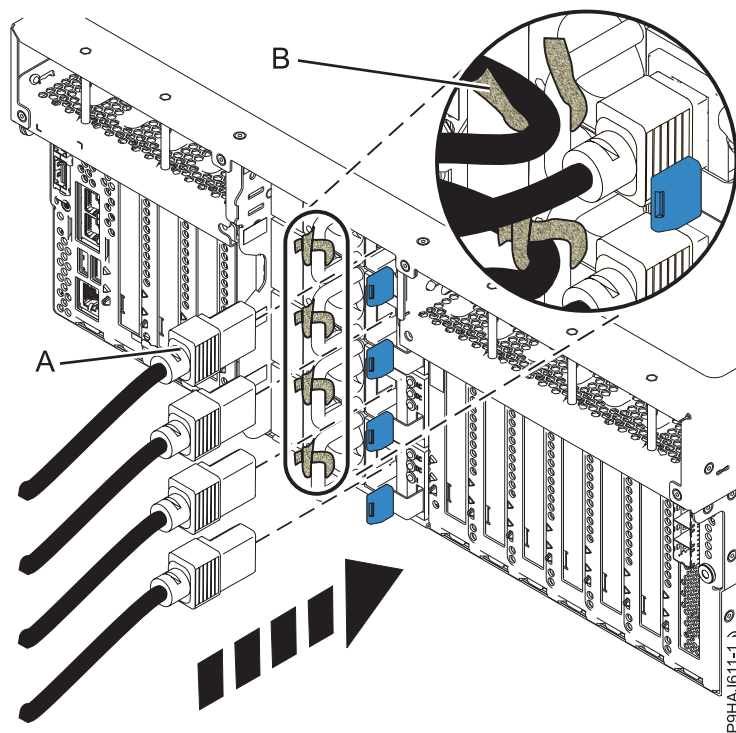
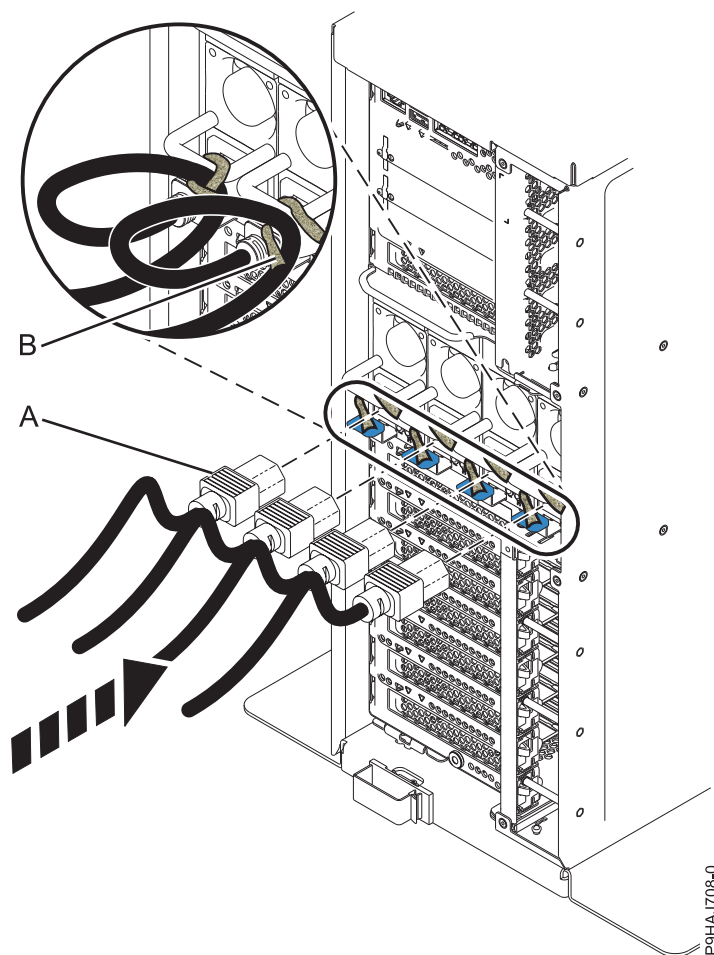

Figure 44. Connexion des cordons d'alimentation à un système monté en armoire
Figure 45. Connexion des cordons d'alimentation à un système autonome
2. A l'aide de vos étiquettes, rebranchez les cordons d'alimentation (A) à l'unité centrale. Fixez les cordons d'alimentation (A) sur le système à l'aide des attaches velcro (B), comme illustré dans la figure 44, à la page 63 ou la figure 45, à la page 64.